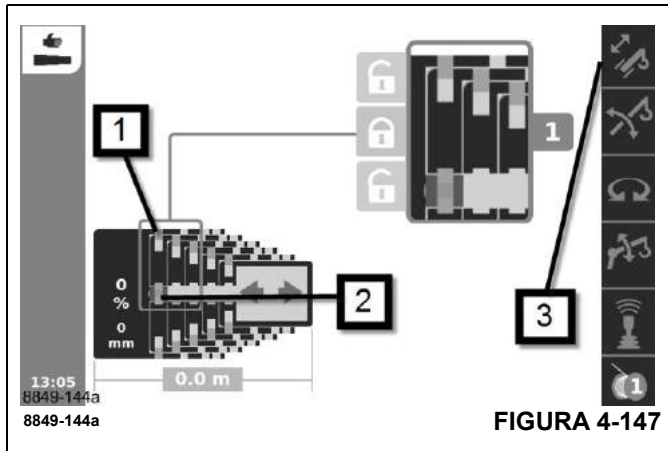

FIGURA 4-147
- Mecanismo telescópico activado – símbolo (3), (Figura 4-147), verde.
- Sección telescópica desbloqueada – símbolo (1) rojo.
- Cilindro telescópico bloqueado – símbolo (2) verde.